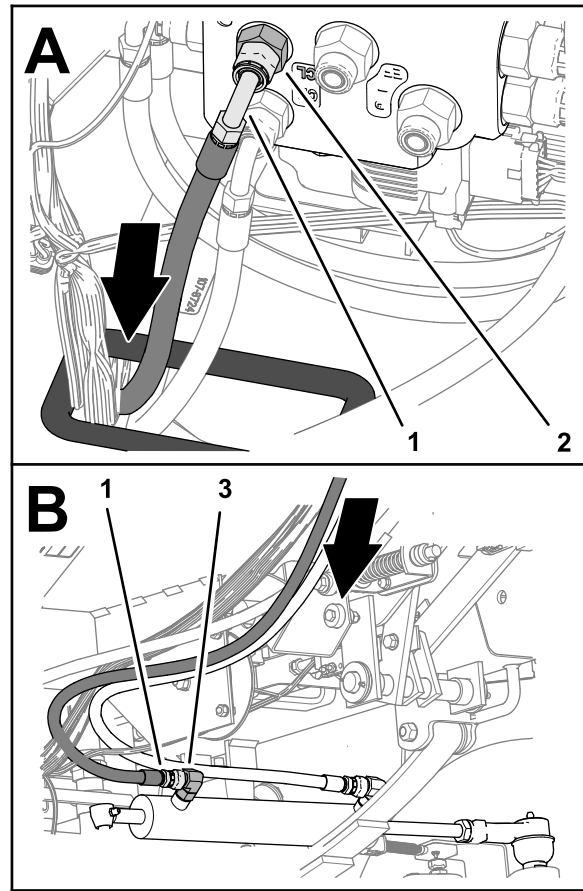

Figura 123
6. Enrute el extremo de la manguera de 6 mm x 1270 mm (1/4" x 50") con acoplamiento recto a través del anillo de goma de la chapa de suelo (Figura 123).
7. Monte el acoplamiento de 90° de la manguera de 6 mm x 1270 mm (1/4" x 50") en el acoplamiento del orificio CL de la válvula de dirección EHI (Figura 123).
8. Monte el acoplamiento recto de la manguera de 6 mm x 1270 mm (1/4" x 50") en el acoplamiento de 90° del orificio de extensión del cilindro de dirección, y apriete ambos acoplamiento (Figura 123).